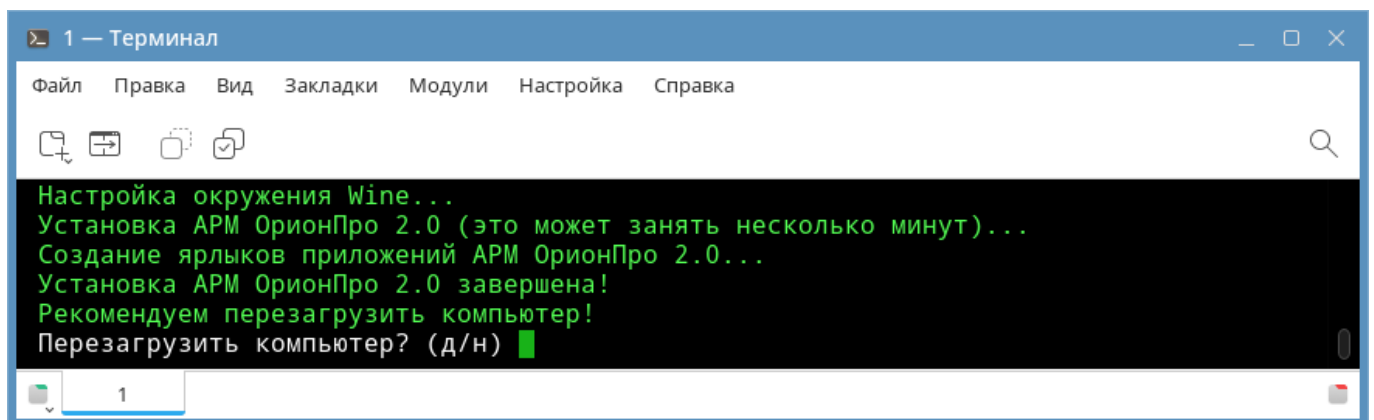
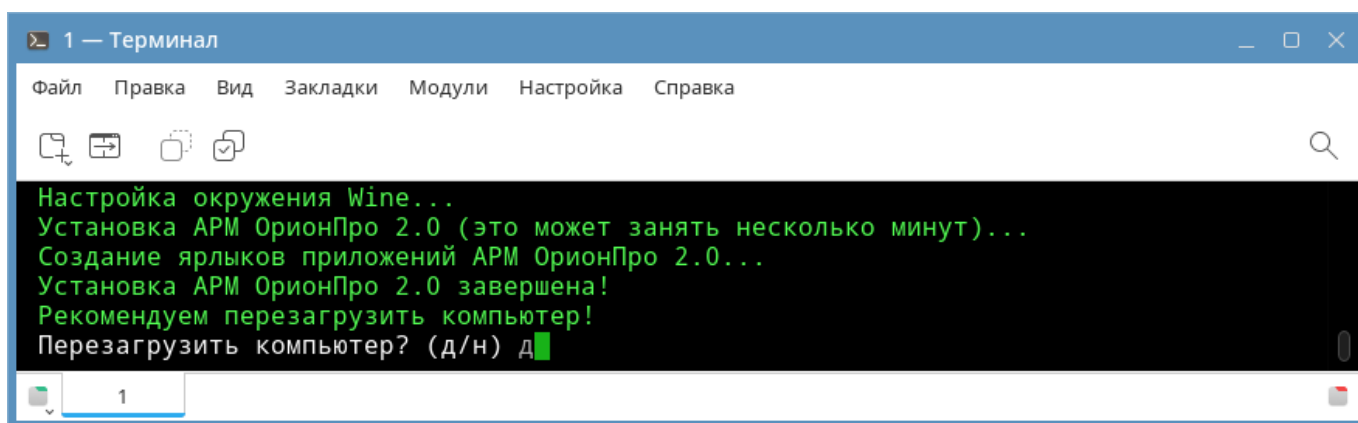

Рисунок 2-15 Запрос о перезагрузке компьютера
Рисунок 2-16 Подтверждение перезагрузки ПК
- 11) По завершении процесса установки ПО соответствующим ответом на запрос о перезагрузке компьютера (см. Рисунок 2-15) подтвердите необходимость перезагрузки ПК, для чего введите «д» (от «да», см. Рисунок 2-16) или «у» (от «yes») и нажмите клавишу <Enter> на клавиатуре. Если на этом шаге ввести «н» (от «нет») или «п» (от «no»), то перезагрузка ПК будет отменена, но в этом случае перезагрузки ПК должна быть выполнена позже.